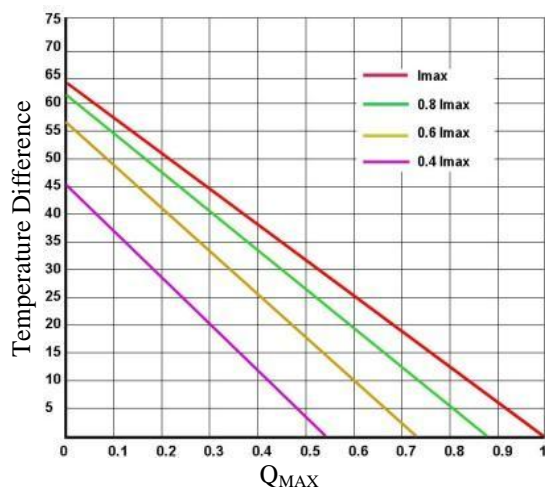
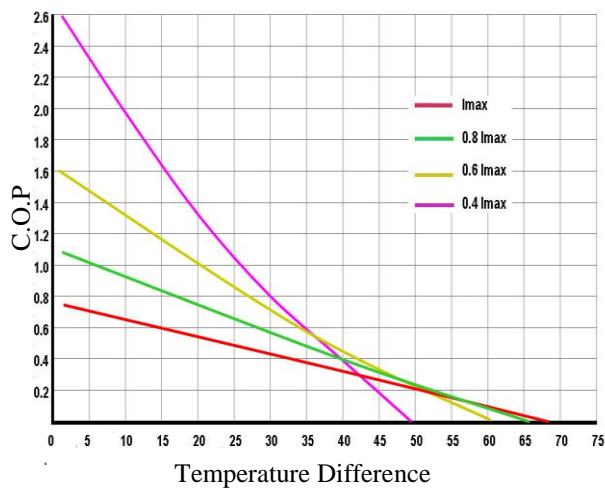

图 2. DT 与 Q_{MAX} 的关系图
图 9. C.O.P 与 DT 的关系图
5. 用图 2 到图 9 中的图表来决定使用哪一种 TEC：需要用散热片散多少热，散热片的温度是多少，等等。